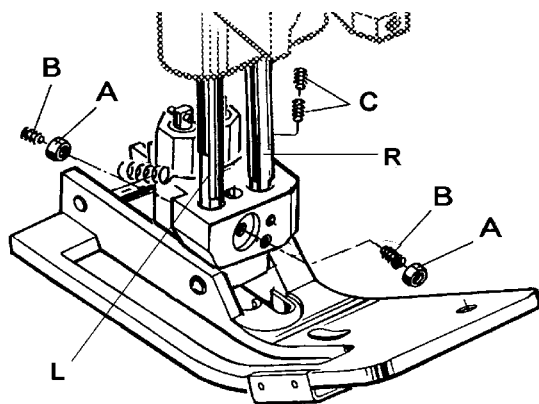

Fig. 16
Remove the needle and rotate handwheel until the feed dog is below the throat plate. Depress the presser foot lifter lever and insert the presser foot in the two presser bars (L and R, Fig. 16). The left presser bar (L) should only engage with its pivot in the opening of the presser foot shank.
Loosen the two lock nuts (A, Fig. 16) and align with the two set screws (B), the needle slot in the presser foot with the needle slot in the throat plate. Secure this setting with the two lock nuts (A).
**NOTE:** The two set screws (A) should just contact the pivot of the left presser bar (L) but not be tightened. Now tighten the two set screws (C) right in the presser foot shank on the right
Remueva la aguja y gire el volante hasta que el alimentador se encuentre debajo de la placa de la aguja. Presione la palanca del levantador del pie prensateclas e inserte el pie prensateclas en las barras (L y R, Fig. 16). La barra izquierda (LR) debería entrar solamente con el pivote en la apertura del pie prensateclas.
Afloje las dos tuercas (A, Fig. 16) y alinee con los dos tornillos (B) el hueco de la aguja en el pie prensa tela contra el hueco de la aguja en la placa de la aguja. Asegure este ajuste con los dos tornillos (A).
**NOTA:** Los dos tornillos (A) deberían tocar la barra del prensa tela (L) pero no estar apretados. Apriete ahora los dos tornillos (C) al lado derecho del tronco del pie prensa tela. Inserte la aguja otra vez.